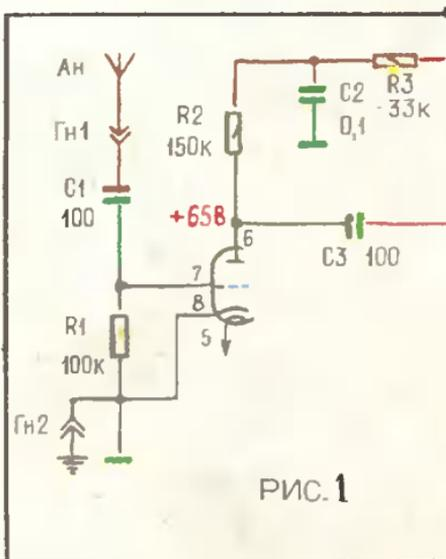

РИС. 1
1. Независимо от направления вращения штурвала, в пределах  $0-30^\circ$  в любую сторону (рис. 1), ползун должен скользить по контактному диску только по часовой стрелке, совершая при этом поворот от  $0$  до  $180^\circ$ .
Этот приемник прямого усиления, снабженный небольшой комнатной антенной, принимает не только местные, но и удаленные станции. Собран он по схеме 1—V—1 с постоянной обратной связью (рис. 1). Приемник имеет фиксированную настройку на две вещательные радиостанции в диапазоне средних и длинных волн.